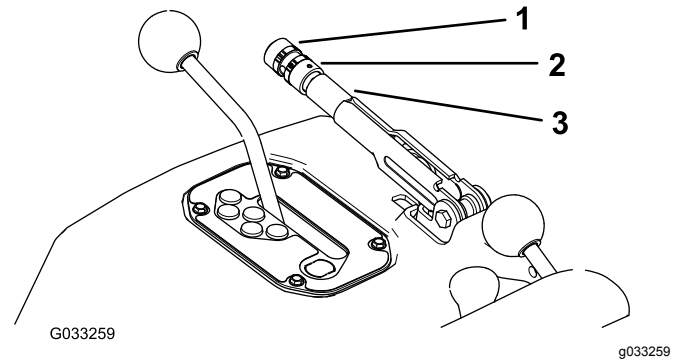

図 75
2. 調整ノブをブレーキレバーに固定している固定ねじをゆるめる 図 75。
3. ノブ 図 75 を回し、20-22kg 程度の力でブレーキを作用させられるように調整する。
4. 調整が終わったら固定ねじを締める 図 75。